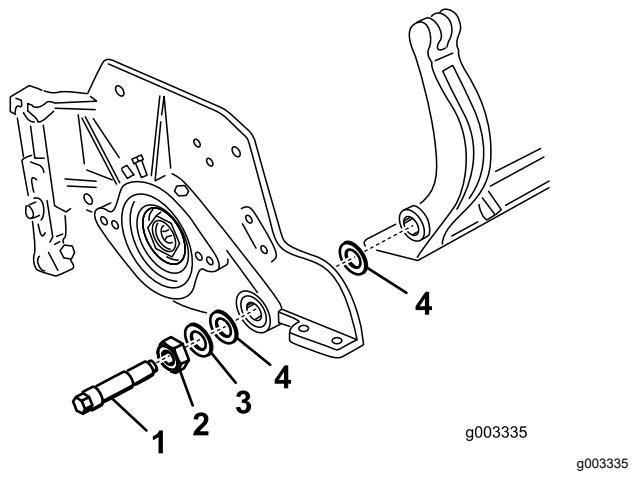

Figure 25
Mettez de côté 2 rondelles en nylon et 1 rondelle en acier à chaque extrémité de la barre d'appui (**Figure 25**).
- Placez une rondelle en nylon de chaque côté du bossage de la plaque latérale. Placez une rondelle en acier à l'extérieur de chaque rondelle en nylon (Figure 25).